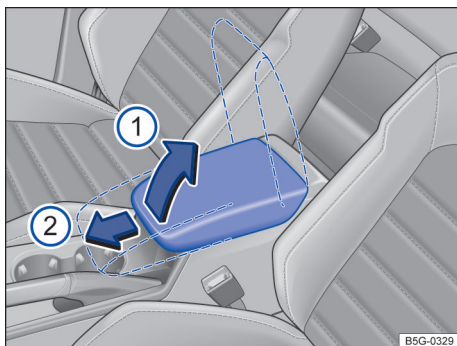

Fig. 84 Descansa-braço central dianteiro.
Para *levantar* o descansa-braços, pressione o botão de destravamento e puxe o descansa-braço para cima no sentido da seta → Fig. 84 ① encaixe por pressão.